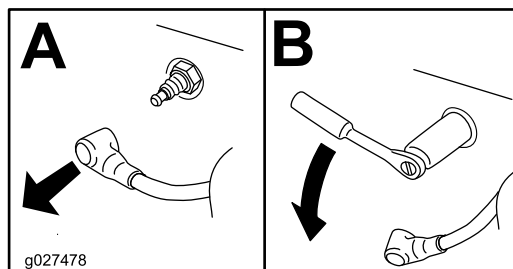

Figure 28
4. Déposez les bougies, comme montré à la Figure 28.